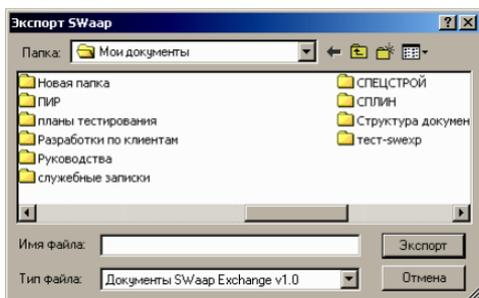

Рис. 6.3. Диалоговое окно «Экспорт SWaap».
5. В открывшемся окне «Экспорт SWaap» (рис. 6.3) задайте наименование и расширение \*.swe для сохраняемого файла.